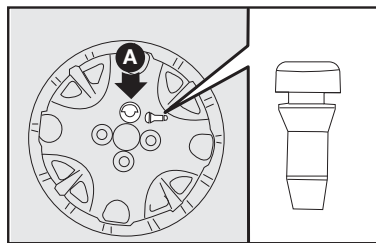

fig. 7
8) colocar a calota cuidando para que o símbolo , na parte interna, fique em correspondência com a válvula, e dessa maneira o furo maior da calota **A-fig. 7** passe pelo parafuso já fixado.